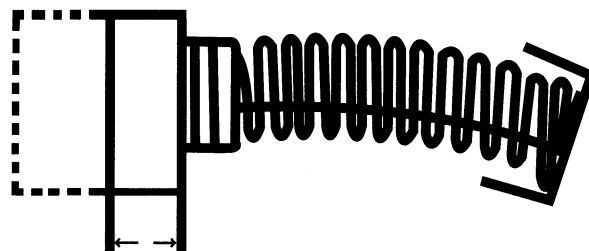

Figura 10
1. Recambie las escobillas de carbono cuando se hayan gastado hasta unos 6 mm. (1/4") o si echan chispas. Ambas escobillas deben reemplazarse al mismo tiempo. (Figura 10)